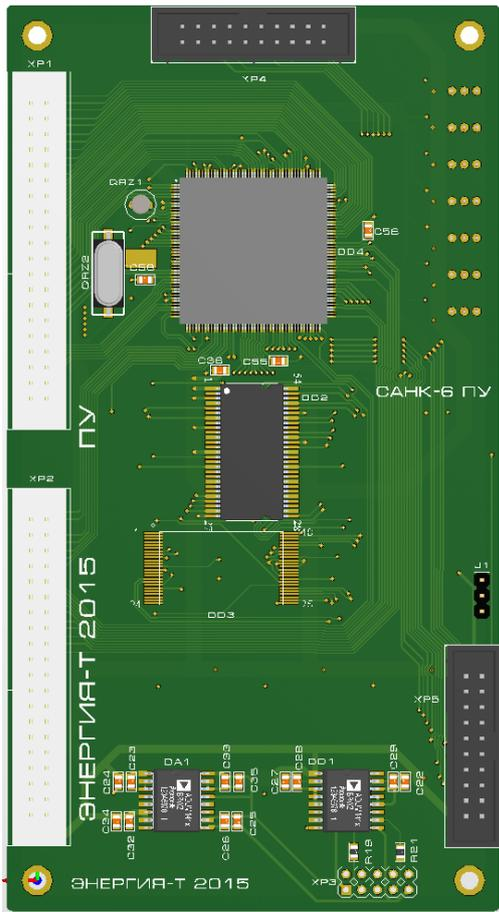

Рисунок 1.5 — Модуль контроллера
1.3.1 Модуль контроллера (МК) содержит микроконтроллер и энергонезависимую память, имеет 1 изолированный USB порт (см. Рисунок 1.5). МК управляет всеми функциями устройства. Разъем XP4 (см. Рисунок 1.5, сверху) служит для подключения программного.